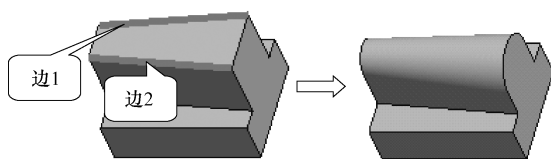

图 7-82 完全倒圆角
(3) 完全倒圆角方式生成圆角。选择一个面上的一对边线可以创建完全倒圆角。按住〈Ctrl〉键选择一对边线，在【集】下滑面板单击 **完全倒圆角** 按钮，完成完全倒圆角，如图 7-82 所示。
(4) 可变圆角。